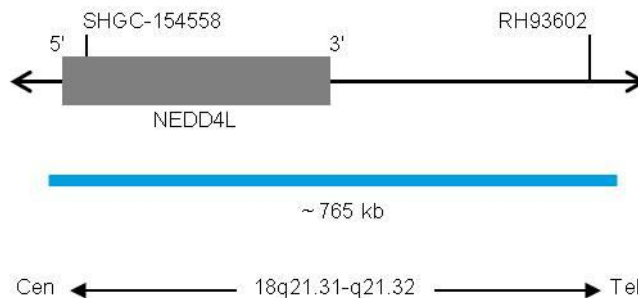

Fig. 1: Mappa della sonda SPEC 18 (non in scala)
- Polinucleotidi (~37 ng/μl) marcati con ZyBlue (eccitazione 418 nm/emissione 467 nm), le cui sequenze target mappano in 18q21.31-q21.32\* (chr18:55,690,725-56,455,119) (vedere Fig. 1).